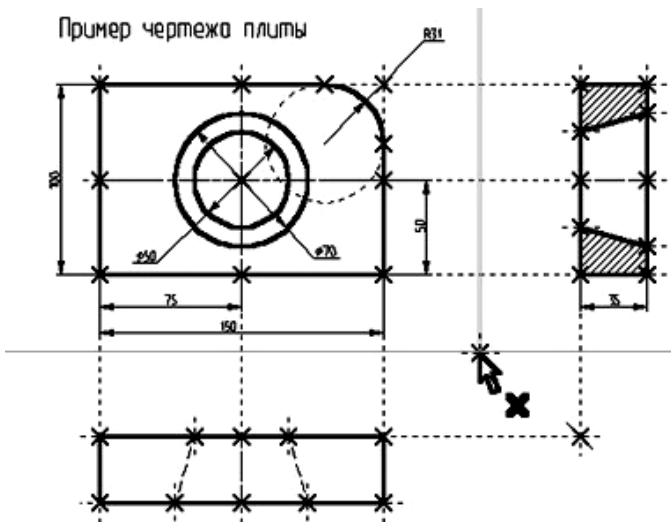

Рис. 40
**Спереди и слева**]. На экране (рис. 40) появится курсор со знаком узла  (наличие знака у курсора говорит о том, что система находится в стадии выбора). Переместите курсор к созданному узлу привязки рабочих плоскостей и нажмите  или клавишу <N>. На экране появятся две горизонтальные рабочие плоскости (вид спереди и вид слева).